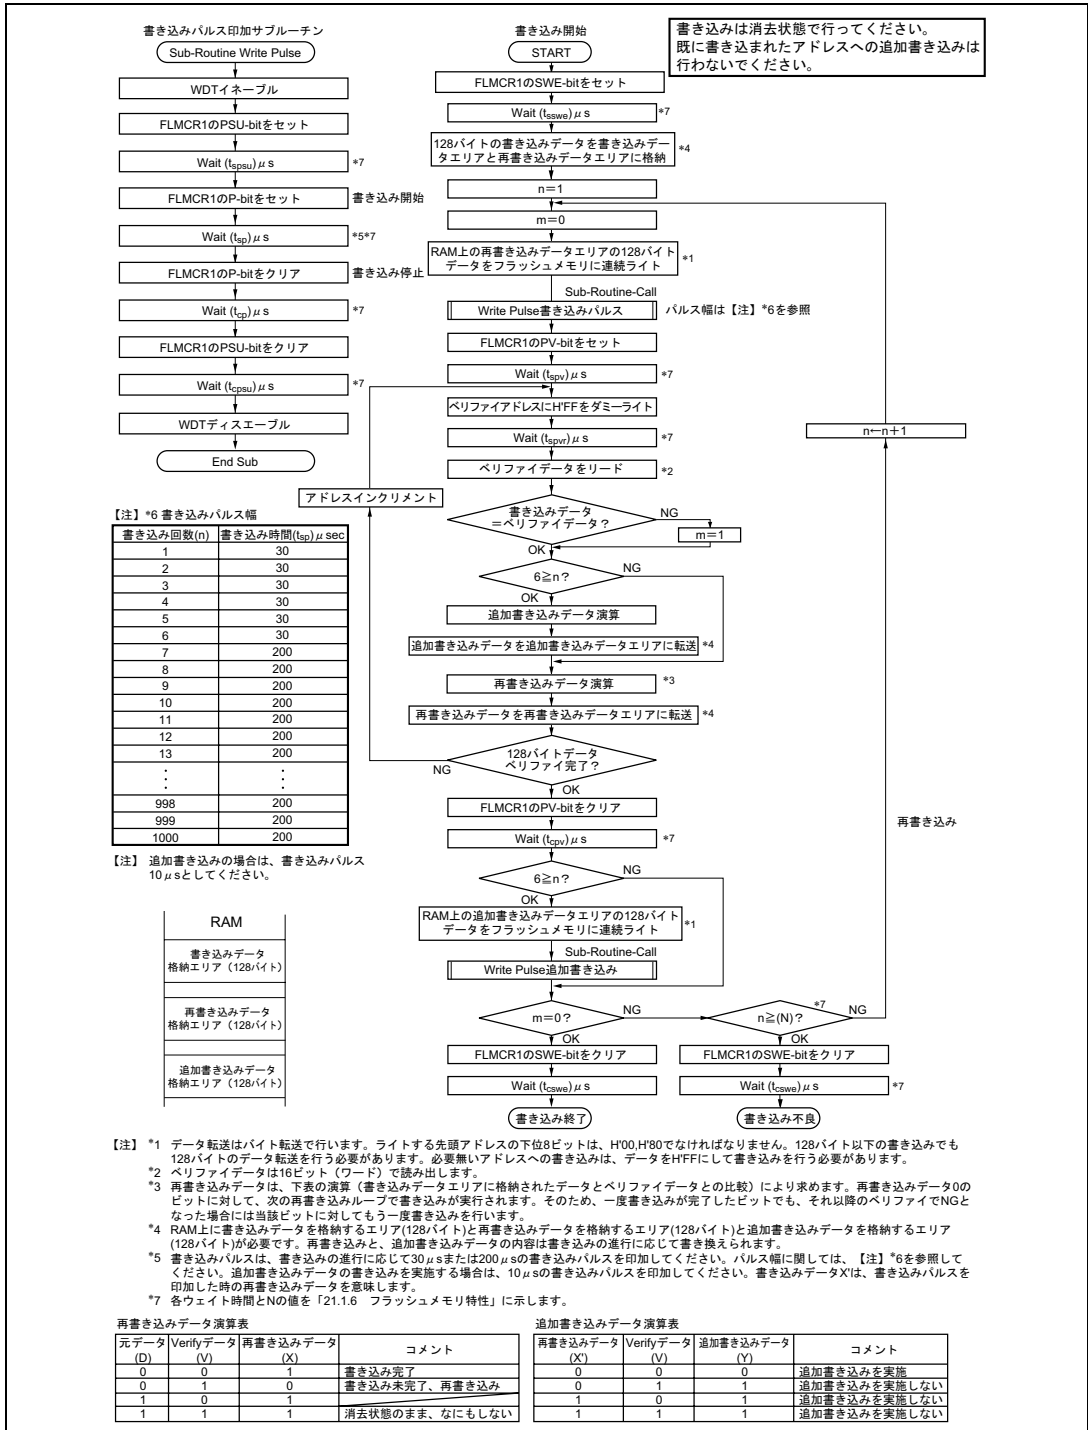

図 18.12 プログラム/プログラムペリファイフロー (128 バイト書き込み)
フラッシュメモリへのデータ/プログラムの書き込みは、**図 18.12** に示すプログラム/プログラムベリファイフローチャートに従って行ってください。このフローチャートに沿って書き込み動作を行えば、デバイスへの電圧ストレスやプログラムデータの信頼性を損なうことなく、フラッシュメモリへデータ/プログラムの書き込みを行うことができます。また、1 回の書き込みは、128 バイト単位で行ってください。
一定の書き込み時間経過後、FLMCR1 の P ビットをクリアします。その後 (t_{cp}) 以上の時間が経過してから、PSU ビットをクリアすることでプログラムモードを解除します。プログラムモード解除の後には、ウォッチドッグタイマの設定も解除します。その後 FLMCR1 の PV ビットをセットすることで、動作モードはプログラムベリファイモードへ遷移します。プログラムベリファイモードでは、リードする前にリードするアドレスにデータ H'FF をダミーライトしてください。ダミーライトは (t_{spv}) μs 以上の時間が経過してから行ってください。この状態でフラッシュメモリをリード (ベリファイデータは 16 ビットで読み出す) するとラッチしたアドレスのデータが読み出されます。このリード動作は、ダミーライト後、(t_{spvr}) μs 以上おいてから行ってください。次に、書き込んだ元データとベリファイデータを比較し、再書き込みデータを演算 (**図 18.12** 参照) し、RAM に転送します。128 バイト分のデータのベリファイが完了後、プログラムベリファイモードを解除し、(t_{cpv}) μs 以上の待機時間を置いて、FLMCR1 の SWE ビットをクリアしてください。再度書き込みが必要な場合は、再度プログラムモードに設定し、同様にプログラム/プログラムベリファイシーケンスを繰り返してください。プログラム/プログラムベリファイフローの繰り返しの最大値は最大書き込み回数 (N) で表わされます。SWE 解除後、(t_{cswe}) μs 以上の待機時間を置いてください。
- (6) 本LSIのプログラム/プログラムベリファイフローのフローチャートを図18.12に示します。上記の注意点を網羅するためには、再書き込み処理を実施するビット、追加書き込み処理を実施するビットは表18.9および表18.10の演算によって決定する必要があります。書き込みの進行に応じて、再書き込みのデータおよび追加書き込みのデータは変化しますので、RAM上に次のデータ格納エリア（各128バイト）を準備することを推奨します。